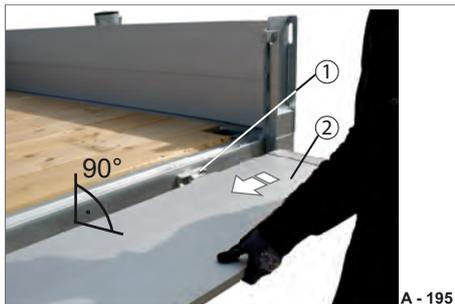

Abb. 136 Bordwand einschieben
- Bordwand (Abb. 136/2) in die Bordwand-Scharniere (Abb. 136/1) einschieben.